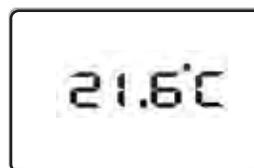

Fig. 15
- S'il est en mode "Stand-by" (Fig. 15), appuyez sur la touche "Stand-by" pour connecter l'appareil (Figure 13). L'émetteur s'allume et le symbole du "mode de fonctionnement" sélectionné la fois précédente apparaît à l'écran. De même, la température approximative de la pièce apparaîtra.